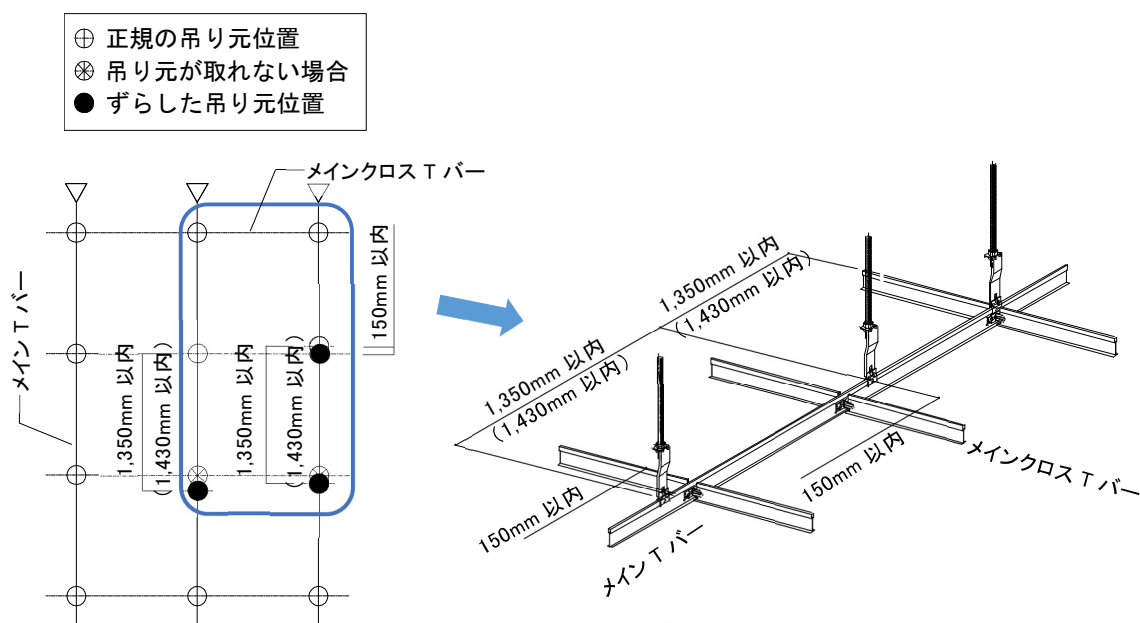

図2-3-2 吊りボルト設置時の注意事項
②ハンガーを組付けた吊りボルトをインサートにねじ込み、吊りボルトが鉛直になるように設置すること。
③吊りボルト設置時は、メインTバーとメインクロスTバーの交点 1,200×1,200 mmまたは 1,280×1,280 mm付近に直吊りする。やむを得ず交点から離れて吊る場合は、メインTバー方向、メインクロスTバー方向とも 150 mm以内とし、吊りボルト相互の離れは 1,350 mm以内 (1,280×1,280 mmの場合は 1,430 mm以内) とすること。(図 2-3-2 参照)